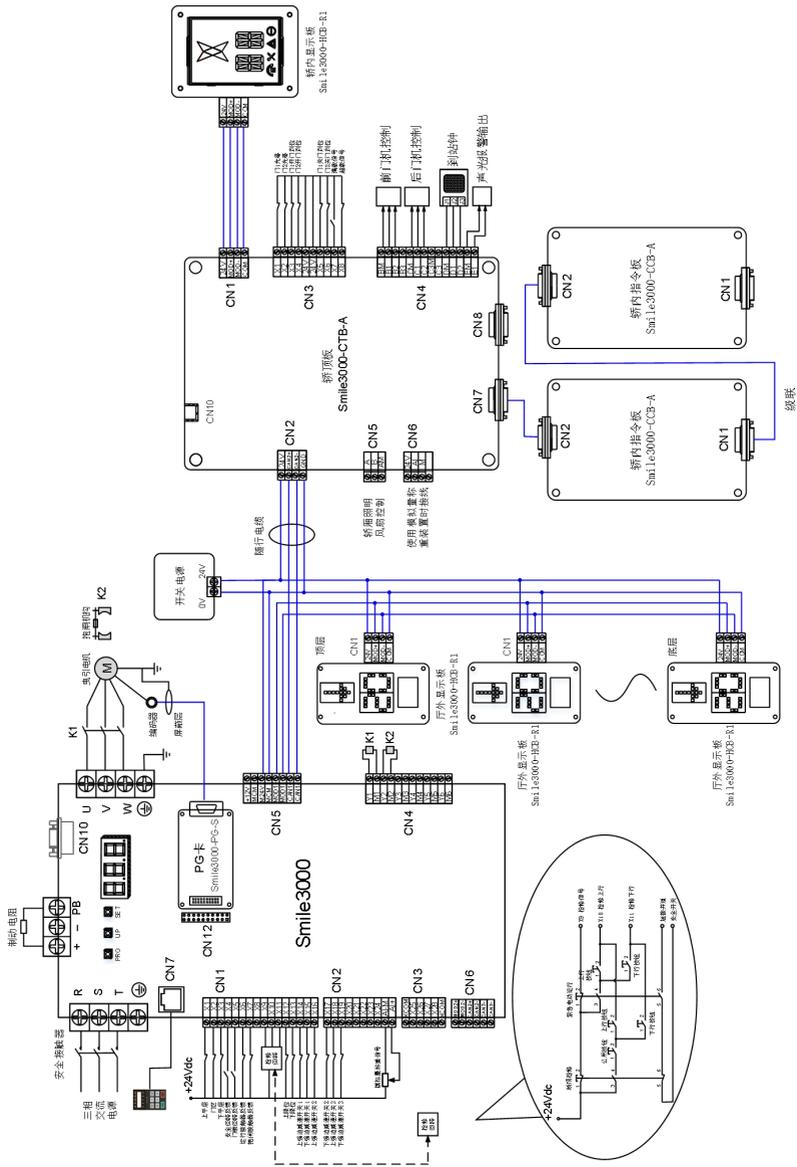

图 3-18 Smile3000 系统标准接线示意图
- ◇ Smile3000 系列电梯一体化控制系统接线如图 3-18 所示, 控制器各输入输出端子可由功能码 P06 组参数设定其功能, 图中接法为参数默认值。